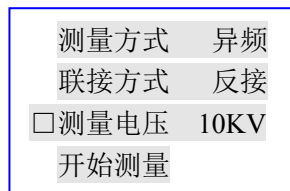

图 6 测量电压
③ 按“确认”键，光标进入“联接方式 □ 正接”，按“↑”、“↓”键，则调整为“联接方式 □ 反接”，按“退出”键，光标移至首位，再按“↓”键，将光标移至下一排“测量电压”前，见图 6 所示。